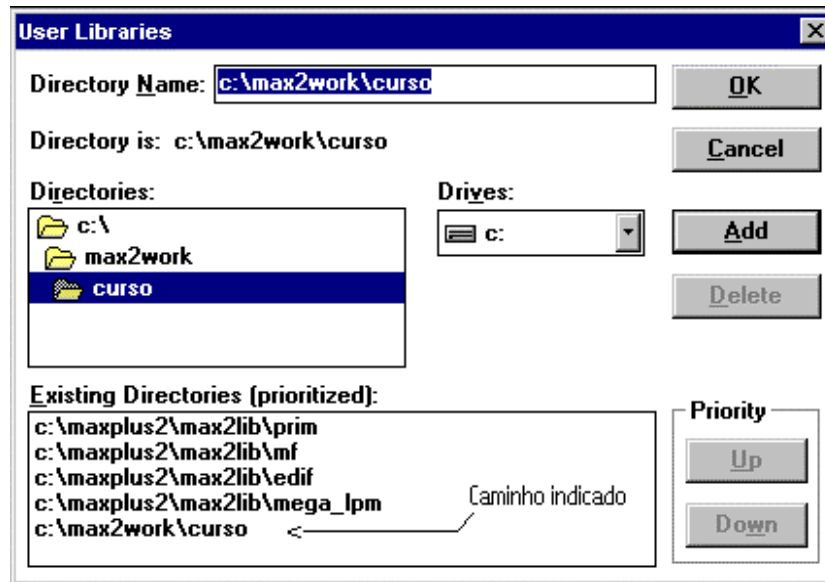

Figura 21
- Clique em Add e o caminho deverá aparecer no campo *Existing Directories* (veja figura 21):